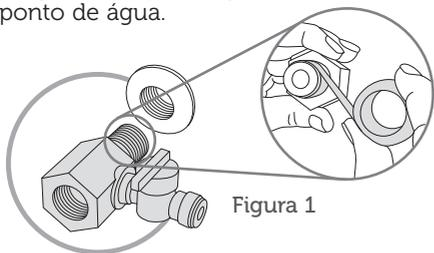

Figura 1
- 3- Passe fita veda rosca na parte que será rosqueada no conjunto adaptador para evitar vazamentos (Figura 1). Rosqueie o conjunto adaptador, já com a fita, ao ponto de água.